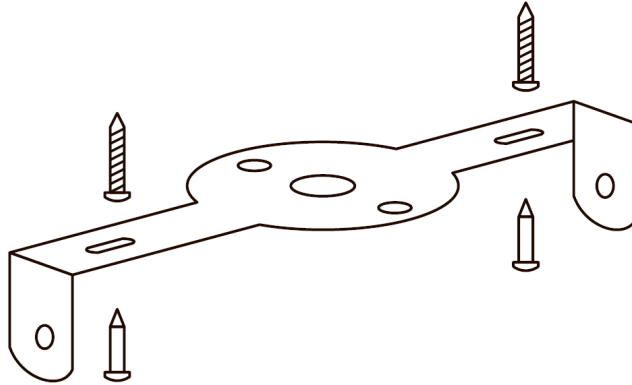

Рис. 1
- 6.3.2 Наметьте место будущей установки светильника и просверлите два отверстия, как показано на рисунке (Рисунок 1). Обесточьте сетевой кабель (двужильный кабель с сечением от 0,5 до 1,0 мм2, в комплект не входит).